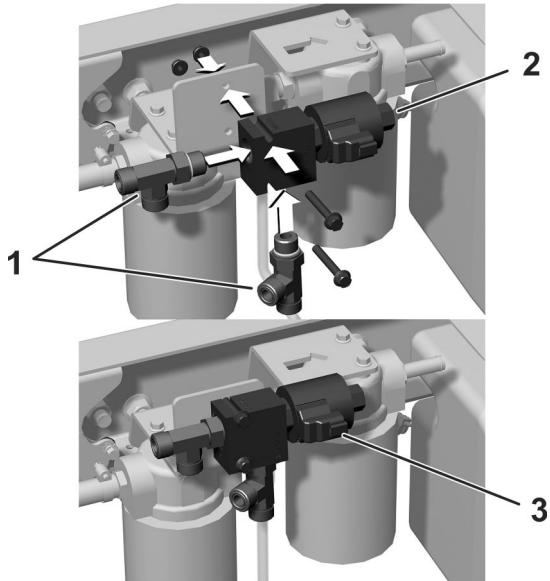

Figure 12
1. Vissez légèrement les 2 raccords en T sur la vanne (Figure 12).
2. Fixez la vanne au support de châssis à l'aide de 2 vis à embase (1/4" x 1 1/8"), comme illustré (Figure 12).
3. Installez le connecteur électrique sur le raccord de la vanne (Figure 12).